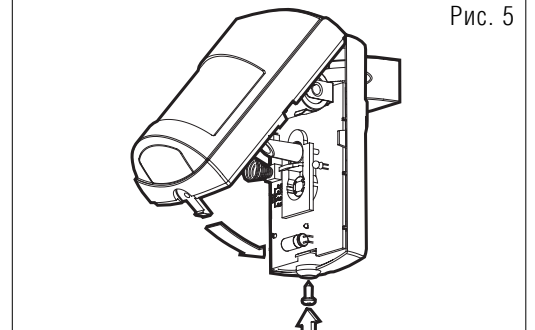

Рис. 5
7. Зафиксировать крышку с основанием шурупом (рис.5).